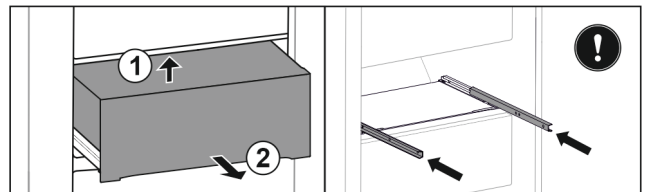

Fig. 37*
- Sollevare dal basso sul lato posteriore Fig. 37 (1)*
- Rimuovere tirando in avanti Fig. 37 (2)*